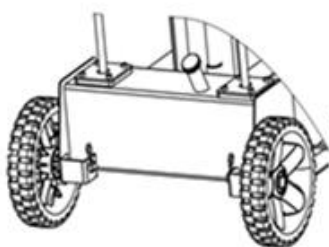

Fig. 3
4.2.1- Assemblaggio ruote (Fig.3)